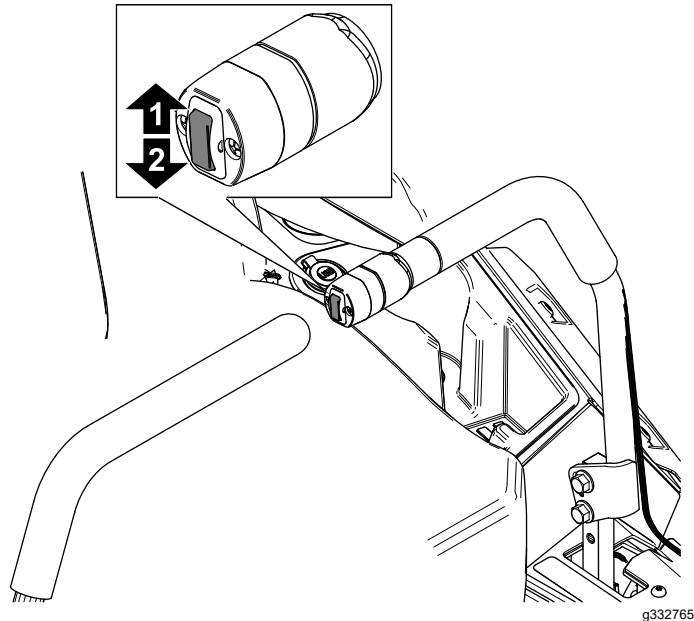

Figure 31
1. Appuyez sur le haut de l'interrupteur de levage du plateau (Figure 31).